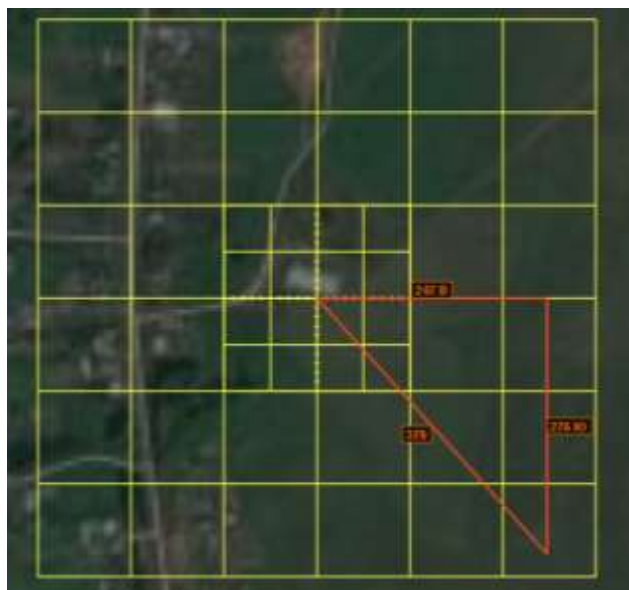

Рисунок 47 – Инструмент «Линейка поправок»
7.5 При нажатии на кнопку  активируется линейка для определения поправок дальности и направления в метрах относительно сторон света (Рисунок 47). Линейка представляет собой прямоугольный треугольник, расположенный одной вершиной с острым углом в центре сетки (на цели), другая вершина с острым углом должна указывать на место разрыва. На катетах треугольника указаны отклонения в метрах относительно сторон света, обозначенные цифрами и буквами «С» - север, «Ю» - юг, «З» - запад и «В» - восток. На гипотенузе указано расстояние от места попадания до цели.